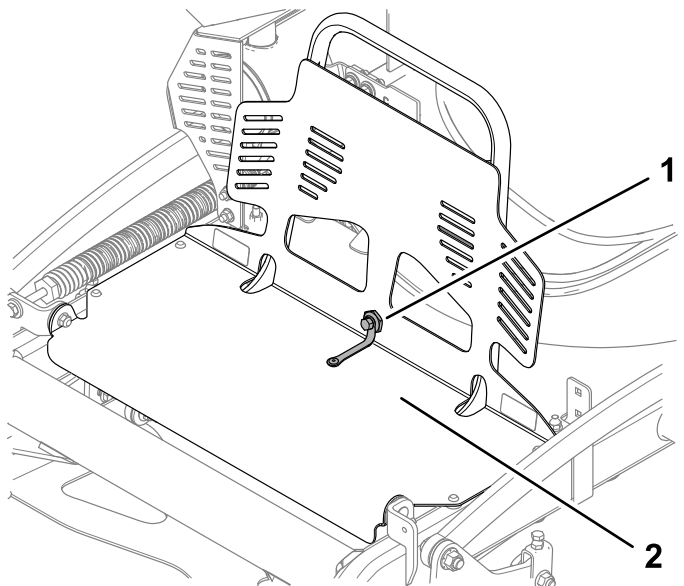

Figura 33
1. Retire o parafuso e porca com olhal que prende a proteção do motor à extensão da proteção (Figura 33).